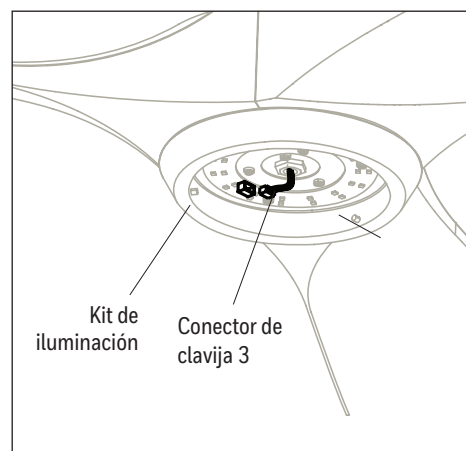

Figure 5.5
5. Luego, conecte el conector de 3 clavijas del ventilador al conector de 3 clavijas del kit de iluminación (Figure 5.5).